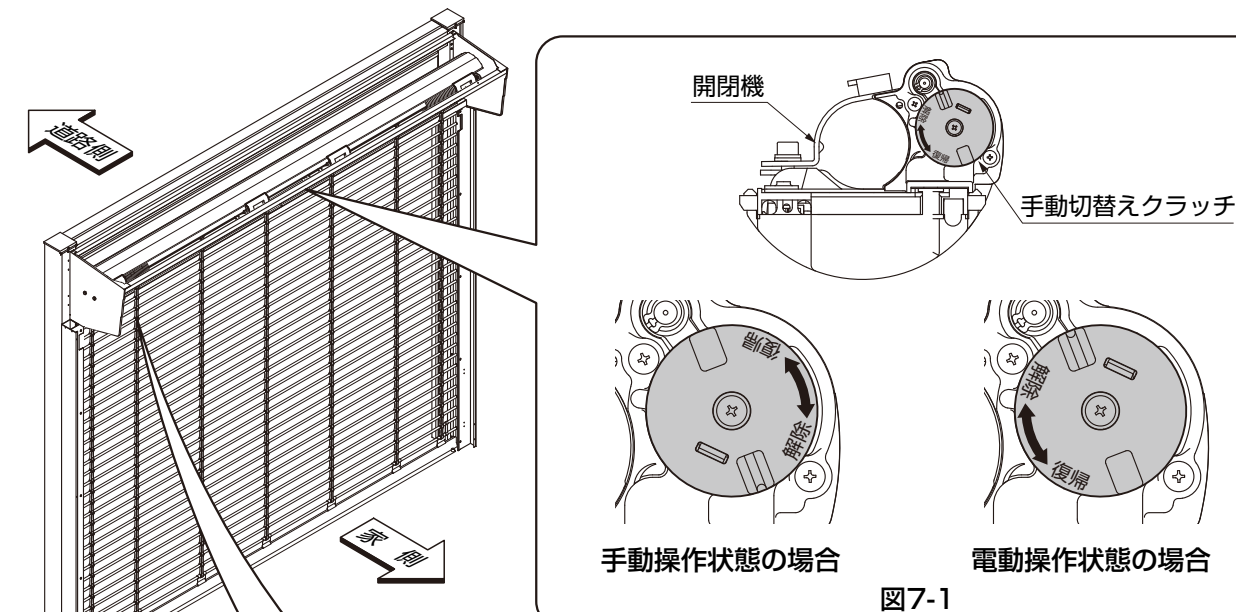

図7-1
- ①手動切替クラッチが手動操作状態に解除されているか確認してください。(図7-1参照)
- ②電動操作状態の場合は、手動切替ワイヤーを引きクラッチを解除してください。